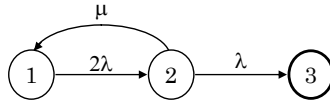

Abbildung 6: Übergänge identischer Komponenten (gleiche Failure Rates) zusammenfassen
z.B: die Differentialgleichungen aus Abbildung 6: